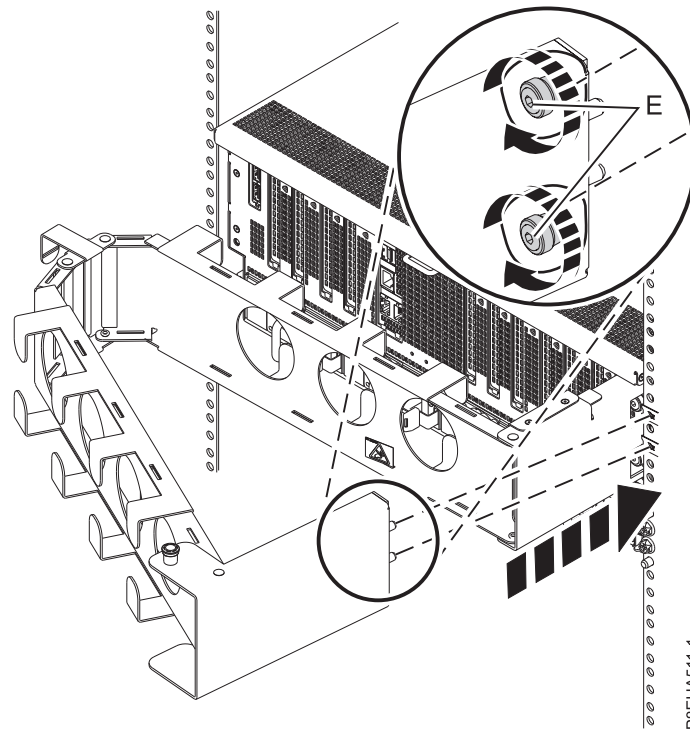

Figura 19. Conectando a placa externa aos trilhos
3. Conecte a placa externa aos trilhos com dois parafusos cativos (E) conforme mostrado em Figura 19.